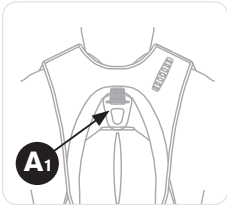

Abbildung 17
- Verbinden Sie den Karabiner des energieaufnehmenden Verbindungsseils mit dem mit „A1“ gekennzeichneten Anschlagpunkt (siehe Abbildung 17). A1 ist der einzige Anschlagpunkt, bei dem die Sicherungsfunktion des Latchways PRD funktioniert.